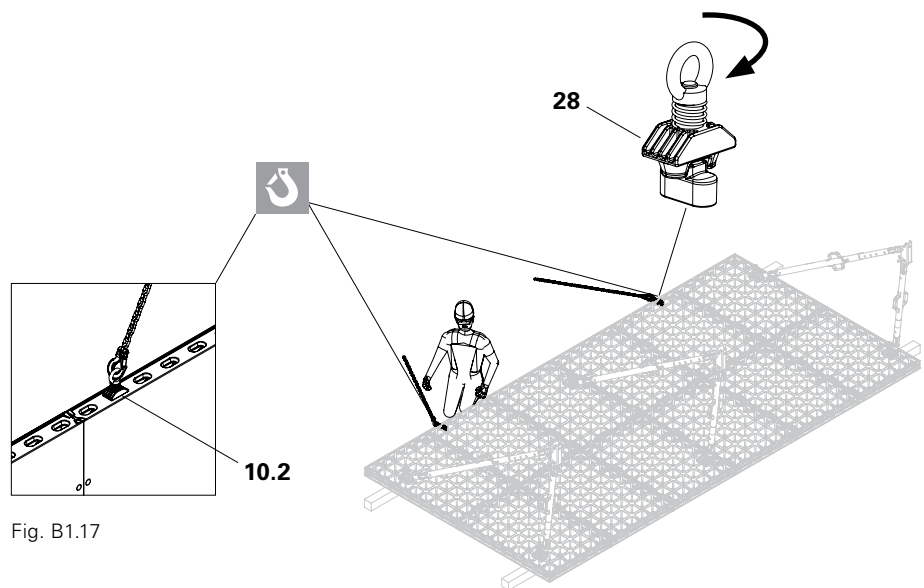

Fig. B1.17
1. Inserire l'anello (28) nel foro per connettore (10.2) del pannello, quindi spingere verso il basso e ruotare di 90°. È possibile movimentare fino a 12 pannelli. (Fig. B1.17)